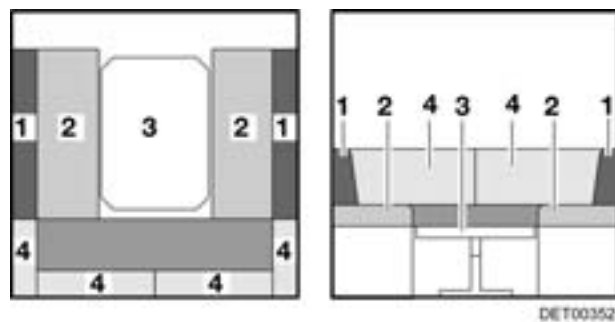

Bild 94 Während des Umbaus
- Die Sitzpolster (Bild 94,2) zur Mitte ziehen.
- Die Rückenpolster (Bild 94,1) zwischen die Sitzpolster und die Außenwand legen.
- Die Rückenpolster (Bild 94,4) abnehmen und beiseite legen.